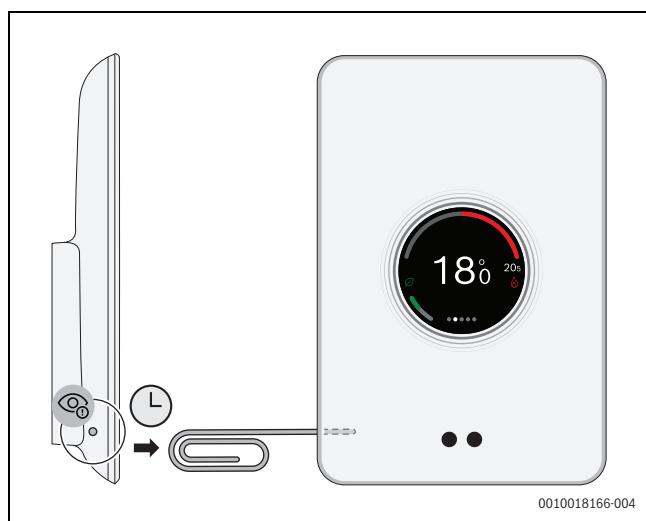

Fig. 22 Réinitialisation matérielle
- Appuyer sur la touche de réarmement (→ Fig. 22) et la maintenir enfoncer quelques secondes.